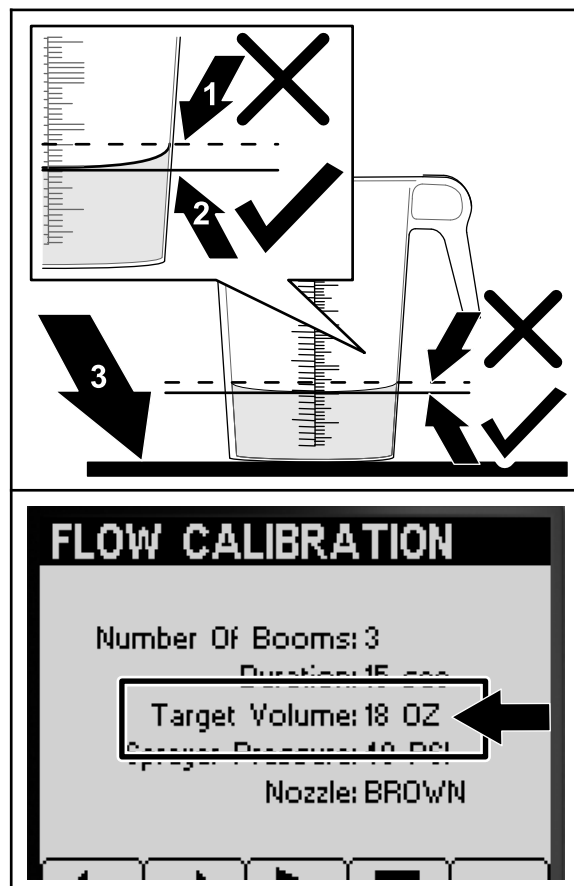

Figura 52
- Aezai recipientul gradat pe o suprafață uniformă și notează volumul de lichid (Figura 52).
- Comparați volumul de lichid din recipientul de colectare gradat cu Target Volume (Volum țintă) afișat pe ecranul InfoCenter (Figura 52).